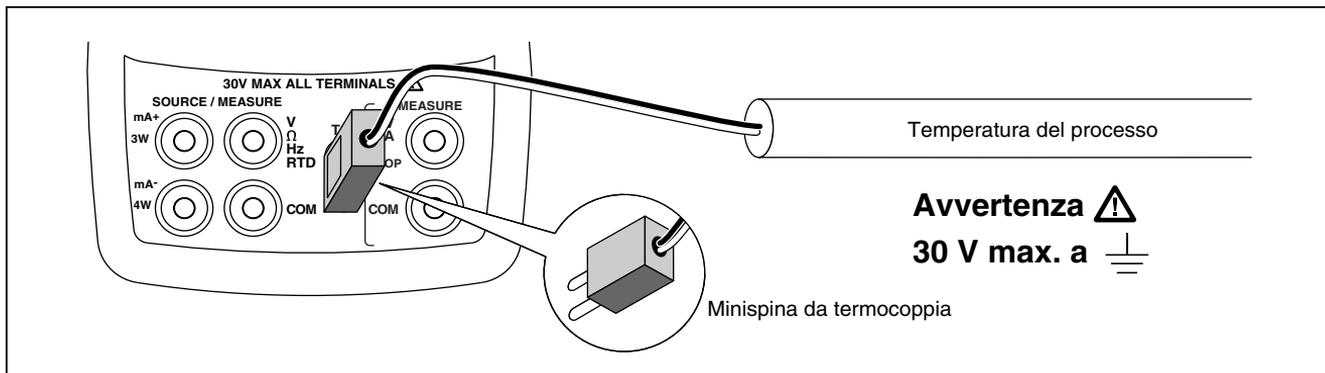

Figura 10. Misura della temperatura con una termocoppia
1. Collegare i cavetti della termocoppia alle minispina adatta e inserire quest'ultima nella presa di ingresso/uscita TC, come indicato nella figura 10.